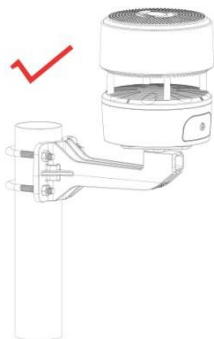

Abbildung 4: Falsches Beispiel für die Installation des WS85
1. Sie können einen Mast (nicht im Lieferumfang enthalten) an einer festen Konstruktion befestigen und anschließend das Sensorkpaket daran anbringen (siehe Abbildung 4).